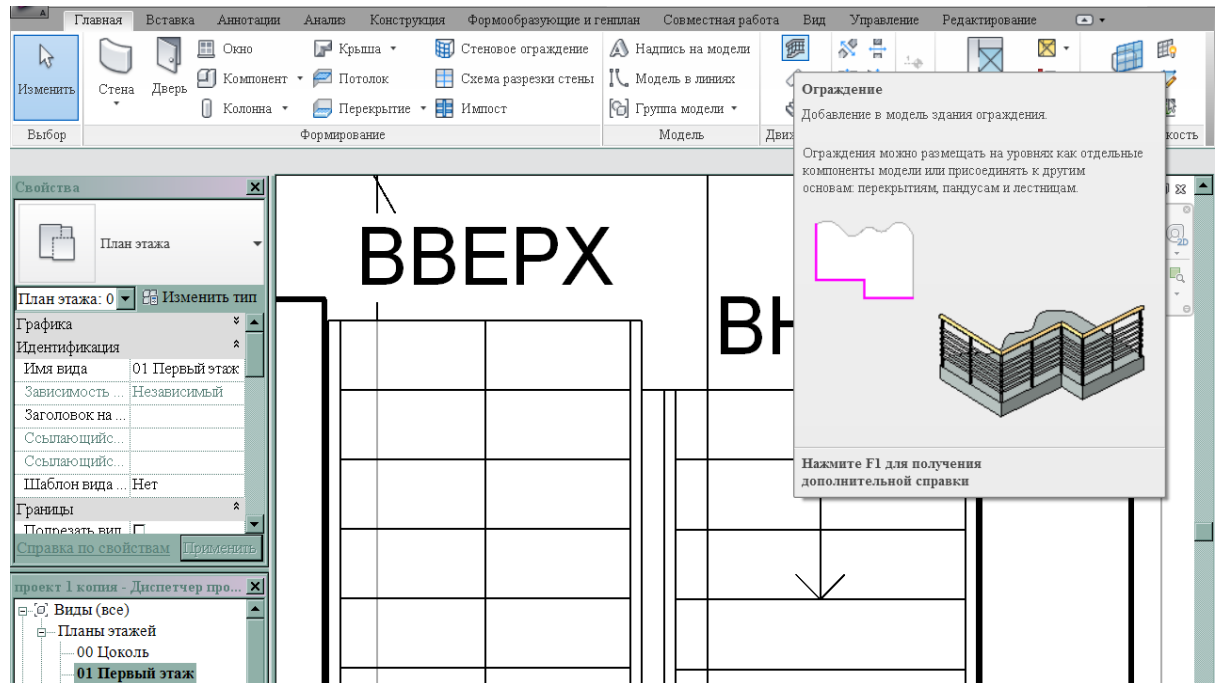

Рис. 103
2. На вкладке **Главная** выбрать **Движение**→**Ограждение** (рис.103).